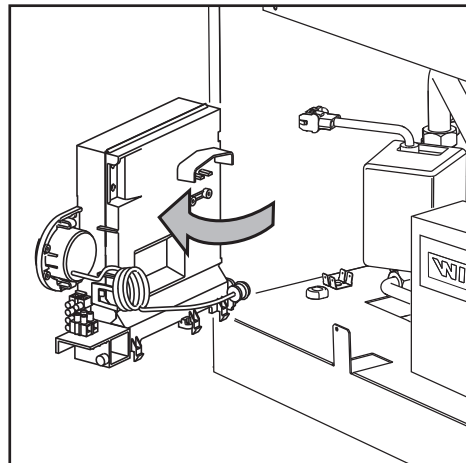

fig. 21
2. Dévisser la vis et tourner le tableau de commandes (**voir fig. 21**).